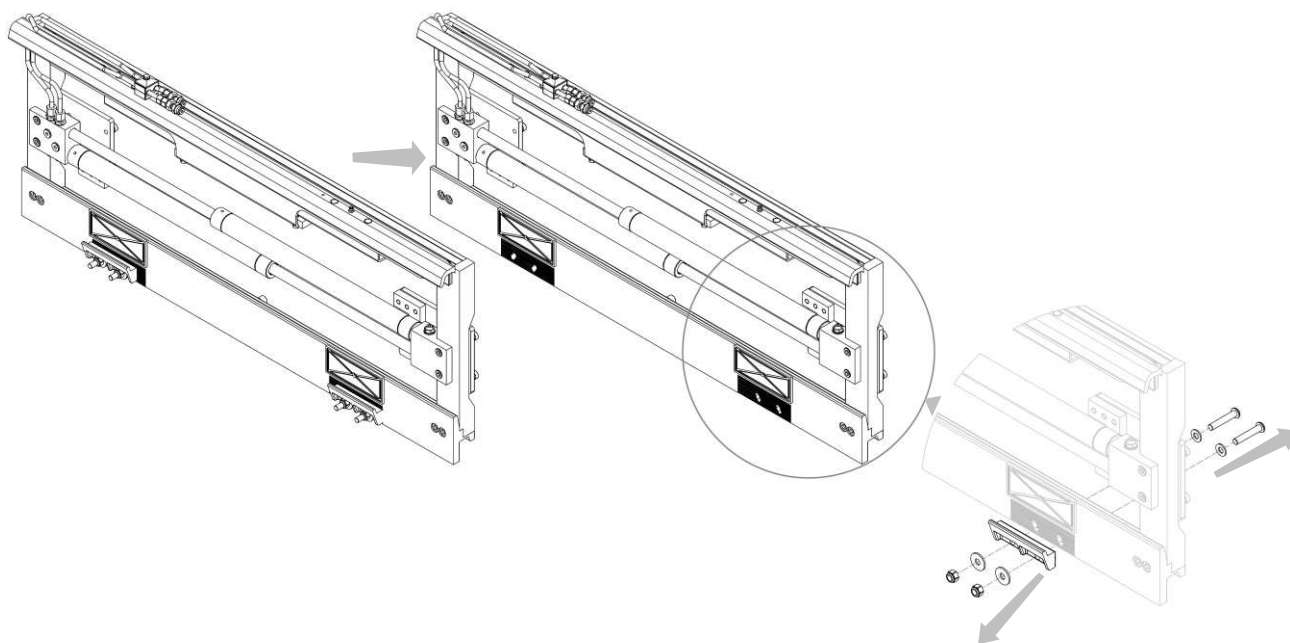

Figura 10
4. Rimuovere i ganci inferiori dall'attrezzatura (vedi *Figura 10*).